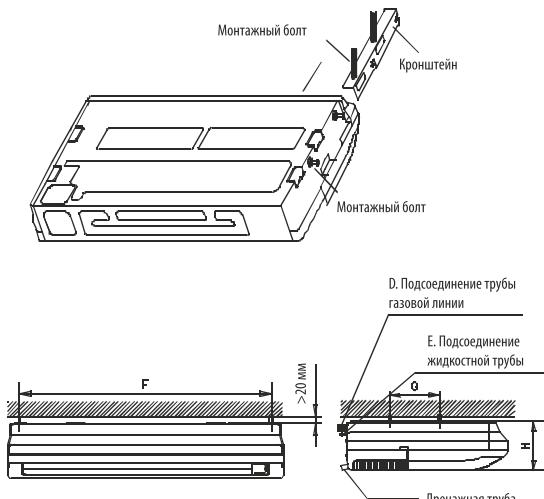

Рис. 42-12
- Навесьте блок на кронштейн, сдвинув его назад. Затяните монтажные болты на обеих сторонах корпуса (см. рис. 42-12).